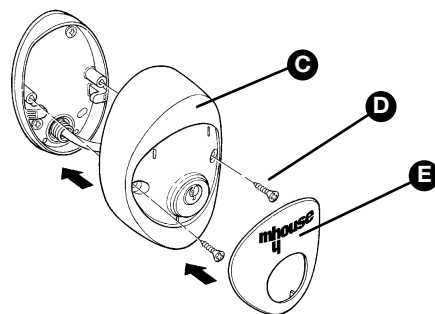

Figura 44
**9** Fije el cuerpo [C] con los dos tornillos [D] y un destornillador phillips. Por último, introduzca el vidrio [E] cerrando con una ligera presión (Figura 44).